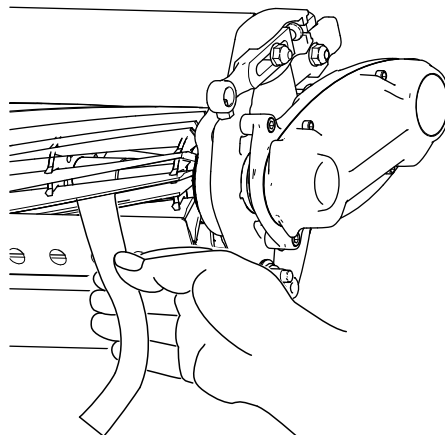

Рисунок 6
В. Вставте довгу смужку спеціального регулювального паперу (арт. № 125-5610) між барабаном та протиножем, перпендикулярно до протиножа (Рисунок 6), потім **повільно** обертайте барабан уперед; при цьому має відбуватися розрізання паперу. Якщо розрізання не відбувається, повторюйте кроки **А** та **В** до отримання потрібного результату.
11. Вставте довгу смужку спеціального регулювального паперу (арт. № 125-5610) між барабаном та протиножем, перпендикулярно до протиножа (Рисунок 6), потім **повільно** обертайте барабан уперед; при цьому має відбуватися розрізання паперу. Якщо розрізання не відбувається, поверніть обидва регулювальні гвинти опорної планки на одне фіксоване положення за годинниковою стрілкою і повторюйте цей крок, поки не відбудеться відрізка паперу.